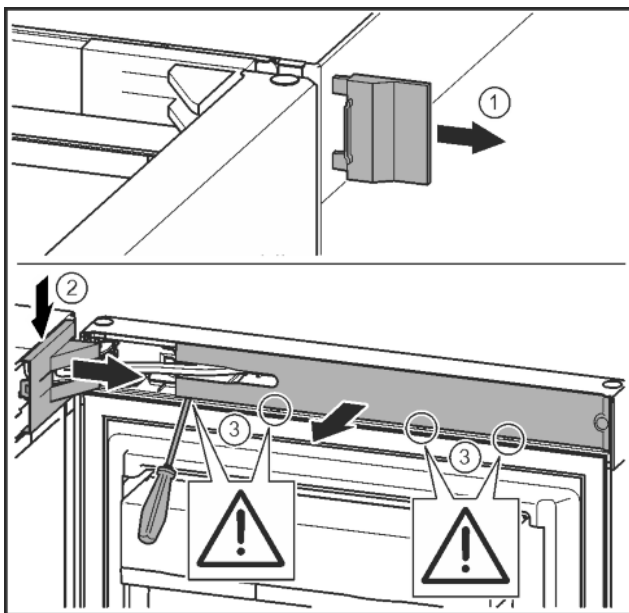

Fig. 9
- ▶ Äußere Abdeckung abnehmen. Fig. 9 (1)
- ▶ Lagerbockabdeckung austrasten und lösen. Lagerbockabdeckung abnehmen. Fig. 9 (2)
- ▶ Blende mit Schlitzschraubendreher austrasten und zur Seite schwenken. Fig. 9 (3)